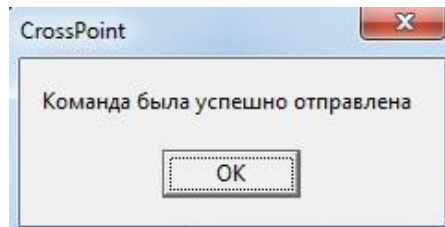

Рисунок 140 – Подтверждения об отправке команды на АТ
- 4 Нажать кнопку [Послать команду]. Программа поставит команду в очередь на отправку. Отправка команды будет подтверждена Программой (см. Рисунок 140).